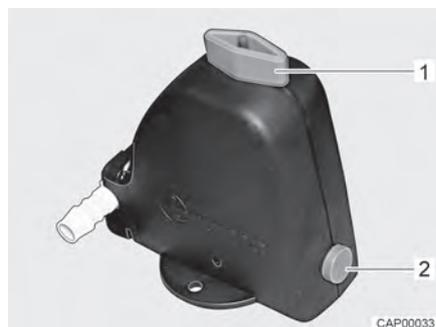

Fig. 105 Valvola di sicurezza/di scarico aperta
- Chiudere la valvola di sicurezza/di scarico. A tal fine ruotare la manopola (Fig. 105,1) trasversalmente rispetto alla valvola di sicurezza/di scarico e premere verso l'interno il bottone automatico (Fig. 105,2). La valvola di sicurezza/di scarico chiusa è rappresentata in Fig. 106. Con temperature inferiori a 6 °C non è possibile chiudere la valvola di sicurezza/di scarico.